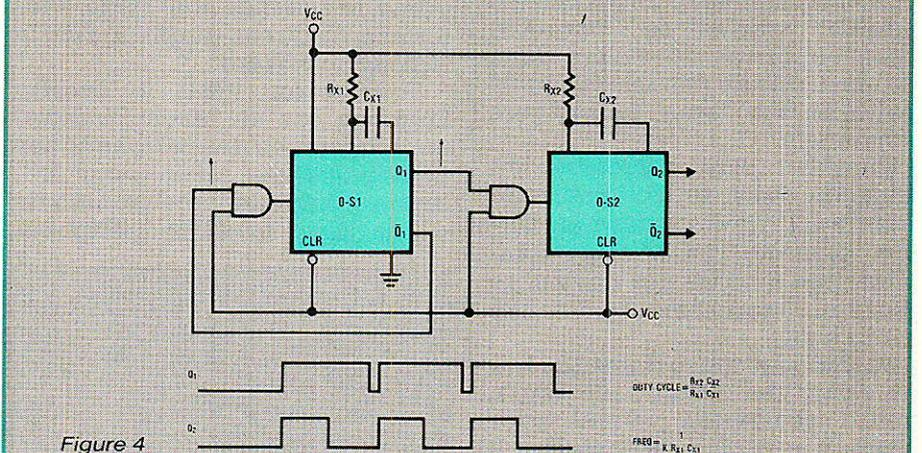

Figure 4
**Générateur d'impulsions (figure 4)**